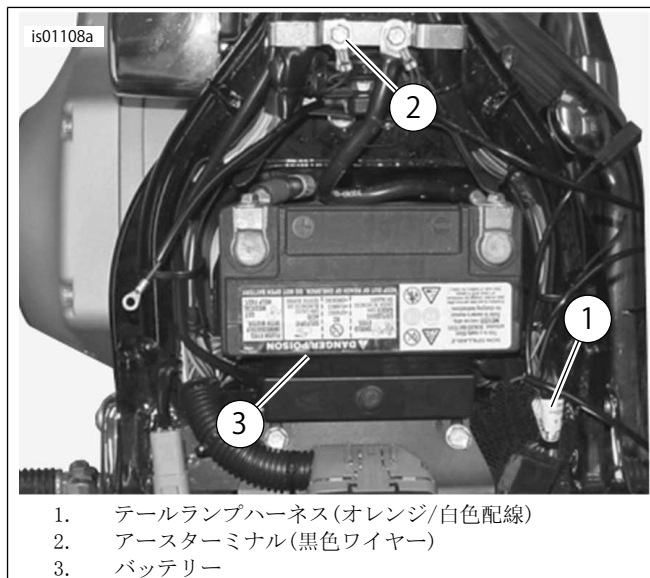

図2。電源とアース接続部(Softtailモデル)
4. 図2を参照してください。リングターミナルをアーススクリューのねじ山に取り付けます。サービスマニュアルのトルクの指定に従い、アーススクリューをフレーム(2)に固定します。
- 図2を参照してください。シート下のアクセス可能ポイントにあるテールランプハーネス(1)の覆いのエリアを慎重に切り開き、オレンジ/白色ワイヤーを切ります。